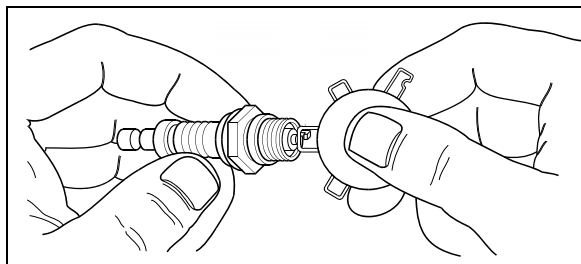

Figure 4-5 : Réglage de l'écartement des bougies d'allumage
5. Vérifiez l'écartement des électrodes à l'aide d'une jauge d'épaisseur à fils. Voir Figure 4-5. Ajustez l'écartement en pliant soigneusement le fil de mise à la terre aux dimensions suivantes :